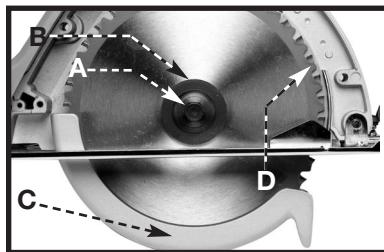

Fig. 9
2. Nettoyez le flasque interne, rétractez le capot télescopique et placez la nouvelle lame sur l'arbre en vous assurant que les dents sont dirigées comme indiqué à la Fig. 9. NOTE - Lames d'utilisation qui ont un axe 20mm, et qui sont évaluées pour 4200 t/mn ou plus haut.
3. Placez le flasque externe (B) Fig. 9 sur l'arbre avec le flanc dirigé vers la lame et les plats alignés sur les méplats de l'arbre.
Le protecteur télescopique (A) Fig. 9 est un dispositif de sécurité important pour votre protection. Chaque fois que vous utilisez la scie, assurez-vous que le protecteur télescopique tourne librement et revient entièrement et rapidement à sa position de fermeture. Au moins une fois par mois, nettoyez le bran de scie, le brai, etc. accumulés dans la zone autour du pivot (B) du protecteur télescopique. NE LUBRIFIEZ PAS CETTE ZONE. Le pivot est recouvert d'un film de lubrifiant sec et n'a pas besoin d'être huilé. Ne bloquez ou calez JAMAIS le protecteur télescopique en position d'ouverture.